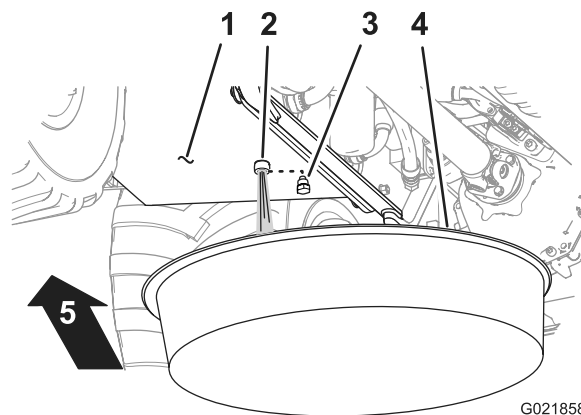

Figura 93
4. Posicione um recipiente com capacidade mínima de 75,7 L (20,0 galões americanos) sob o bujão de drenagem do reservatório hidráulico (Figura 93).
5. Remova o bujão de drenagem do reservatório hidráulico (localizado abaixo do reservatório) e drene o reservatório (Figura 93).
7. Instale o bujão de drenagem (Figura 93).